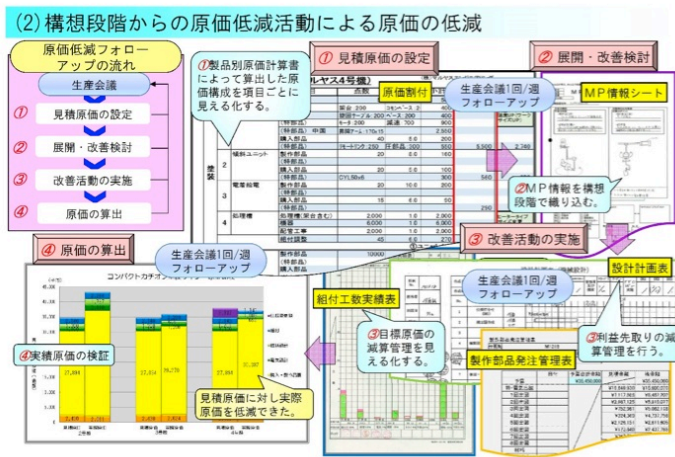

図7. 原価低減フォローアップの流れ
- 2) 「構想段階」からの「原価低減活動」で新規設備の製作における計画利益の確保の仕組みを構築することにより、原価改善活動を推進した。原価低減フォローアップの流れを図7に示す。